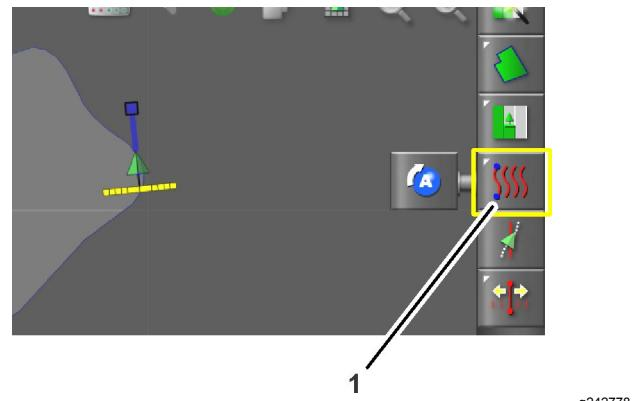

Figura 15
4. Pulse el icono del menú de líneas de guía (Figura 15).